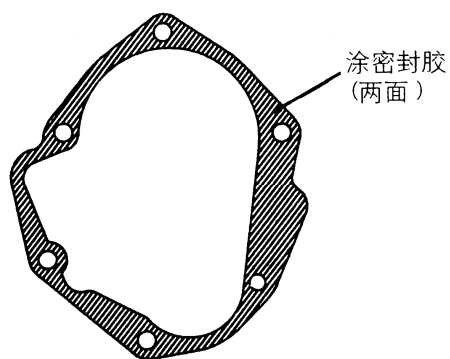

图 3-59 在前轴承护圈垫片的两面上涂密封胶
(6) 安装前轴承护圈垫片时，如图 3-59 所示，对前轴承护圈垫片的两面涂敷所规定的密封胶。所规定的密封胶为三菱纯牌密封胶产品号 MD997740 或相当的品种。